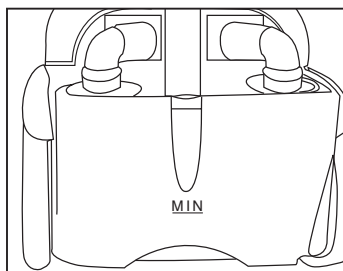

Fig. 4
Versare nel serbatoio (2) acqua di rubinetto fino al raggiungimento della riga MIN fig.4, richiuderlo con il proprio coperchio riagganciando le levette a+b (la levetta b va agganciata alla carrozzeria).